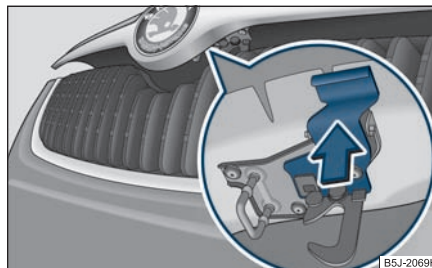

Fig. 175 Calandre: Levier de sûreté
- Tirez le levier de sûreté ⇒ fig. 175, le capot est déverrouillé.